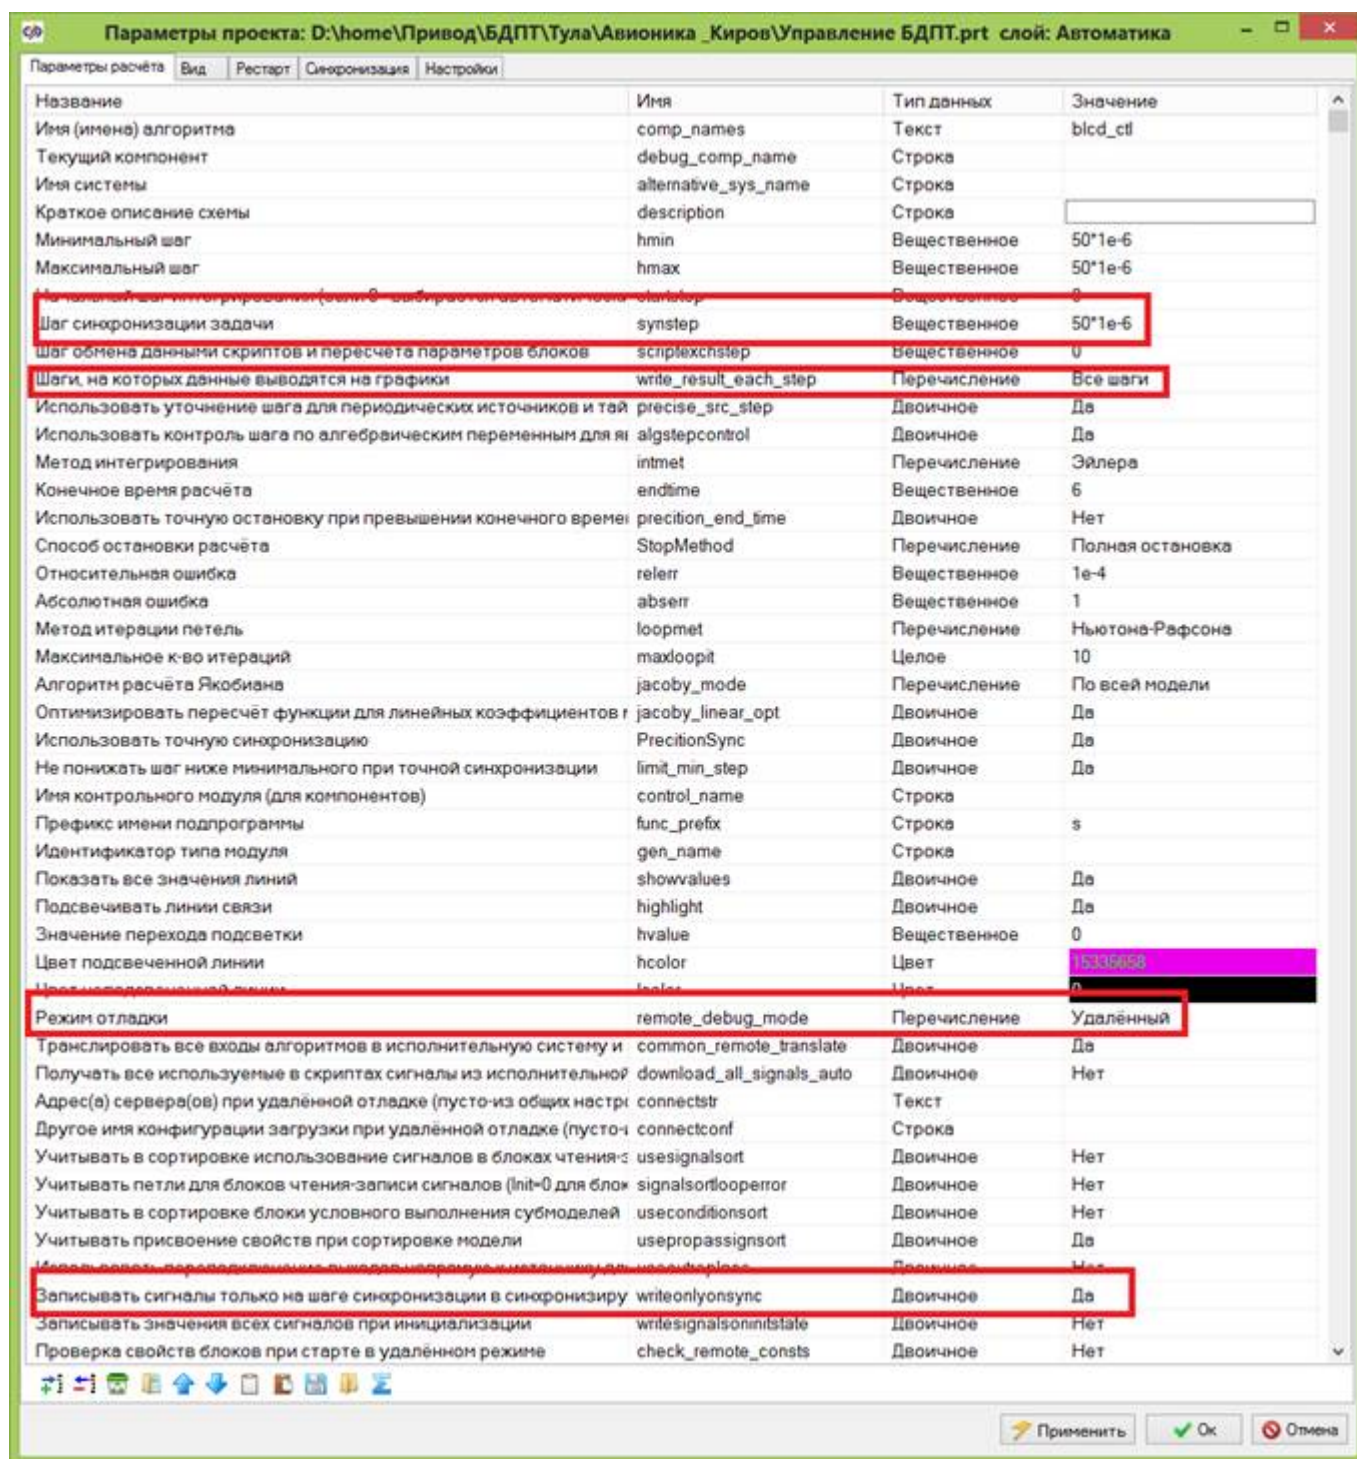

Рисунок 22. Параметры расчёта схемы управления
3. В “Параметры расчета” алгоритма управления Управление БДПТ.prt (*Рисунок 22. Параметры расчета схемы управления* на странице 25) дополнительно установить параметр “Режим отладки: Удаленный”, а параметр “Транслировать все входы алгоритмов в исполнительную систему и все выходы из неё: да”, установить шаг синхронизации проектов, такой же, как и у модели объекта управления.